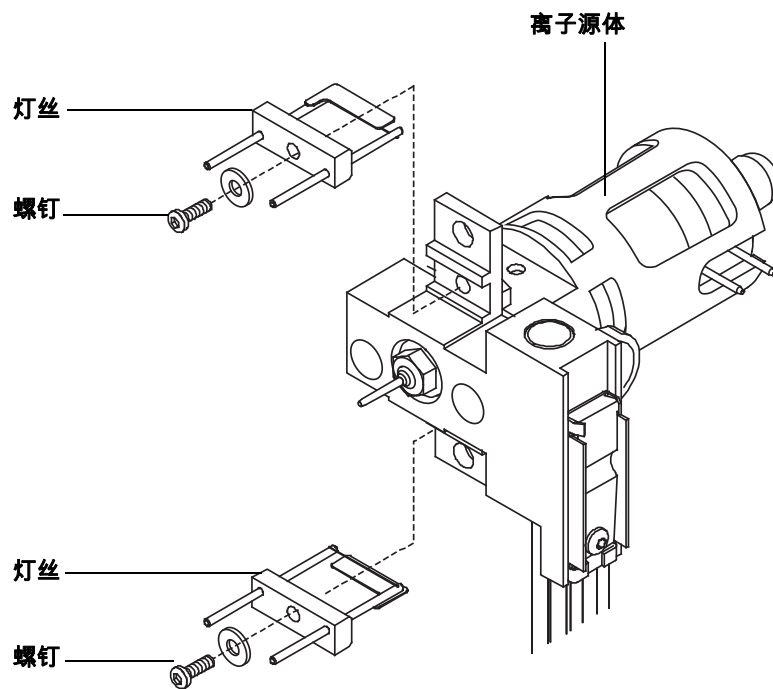

图 33 更换灯丝
- 4 卸下将灯丝固定到离子源体的螺钉。(请参见图 33。)
- 5 将灯丝滑出离子源组件。(请参见图 33。)
- 2 在离子源体中将新灯丝装入到位。(请参见图 33。)